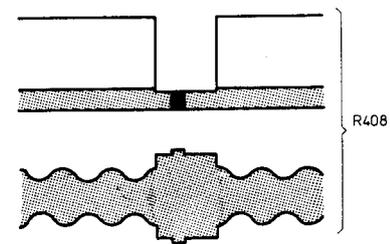

Fig. 16
- Justiere R408 derart, dass maximale Interferenz während des weissen Teils im Videosignal entsteht (siehe Abb. 16).